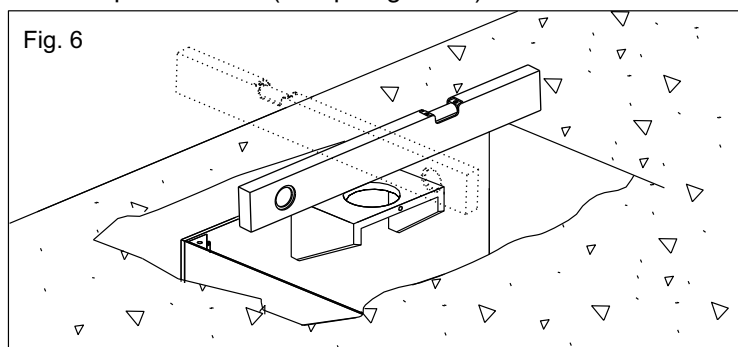
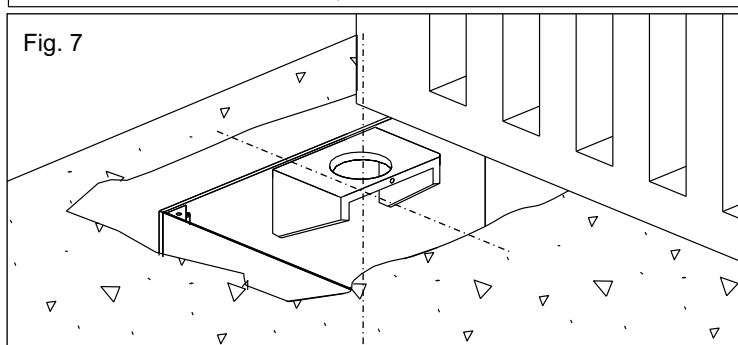

Fig. 6
Fig. 7
2.3. Prima di cementare la cassetta portante, utilizzare una livella per renderla perfettamente orizzontale al terreno (Fig. 6), e perpendicolare all'asse del cancello (Fig. 7).